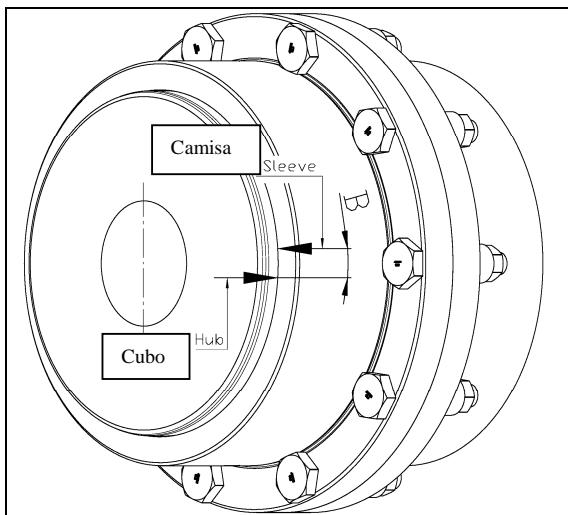

Fig 3: Holgura mediante el método de marcado
- En esta posición, marcar la camisa y el cubo (ver Fig. 3).